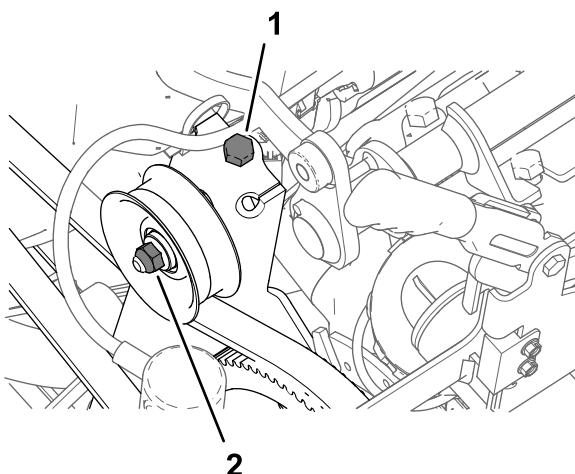

Bild 177
1. Lockern Sie die Mutter für die Spannscheibenwelle (Bild 177).
2. Drehen Sie die Riemenspannungsschraube, um die Spannung vom Riemen der Sprühpumpe zu entfernen (Bild 177).